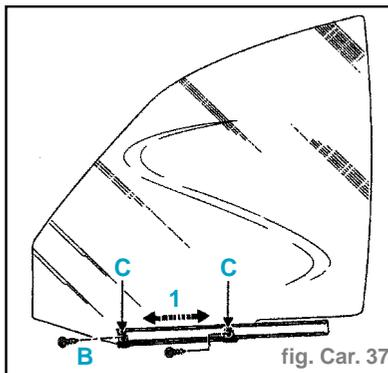

fig. Car. 37
- Faire coulisser (1) le rail de lève-vitre jusqu'à positionner les trous de fixation (C) en face des points de fixation de la vitre. (fig. Car. 37)
- Monter les vis de fixation (B) et les serrer à travers les ajourages du caisson de porte en respectant le couple de serrage (0,4 daN.m)